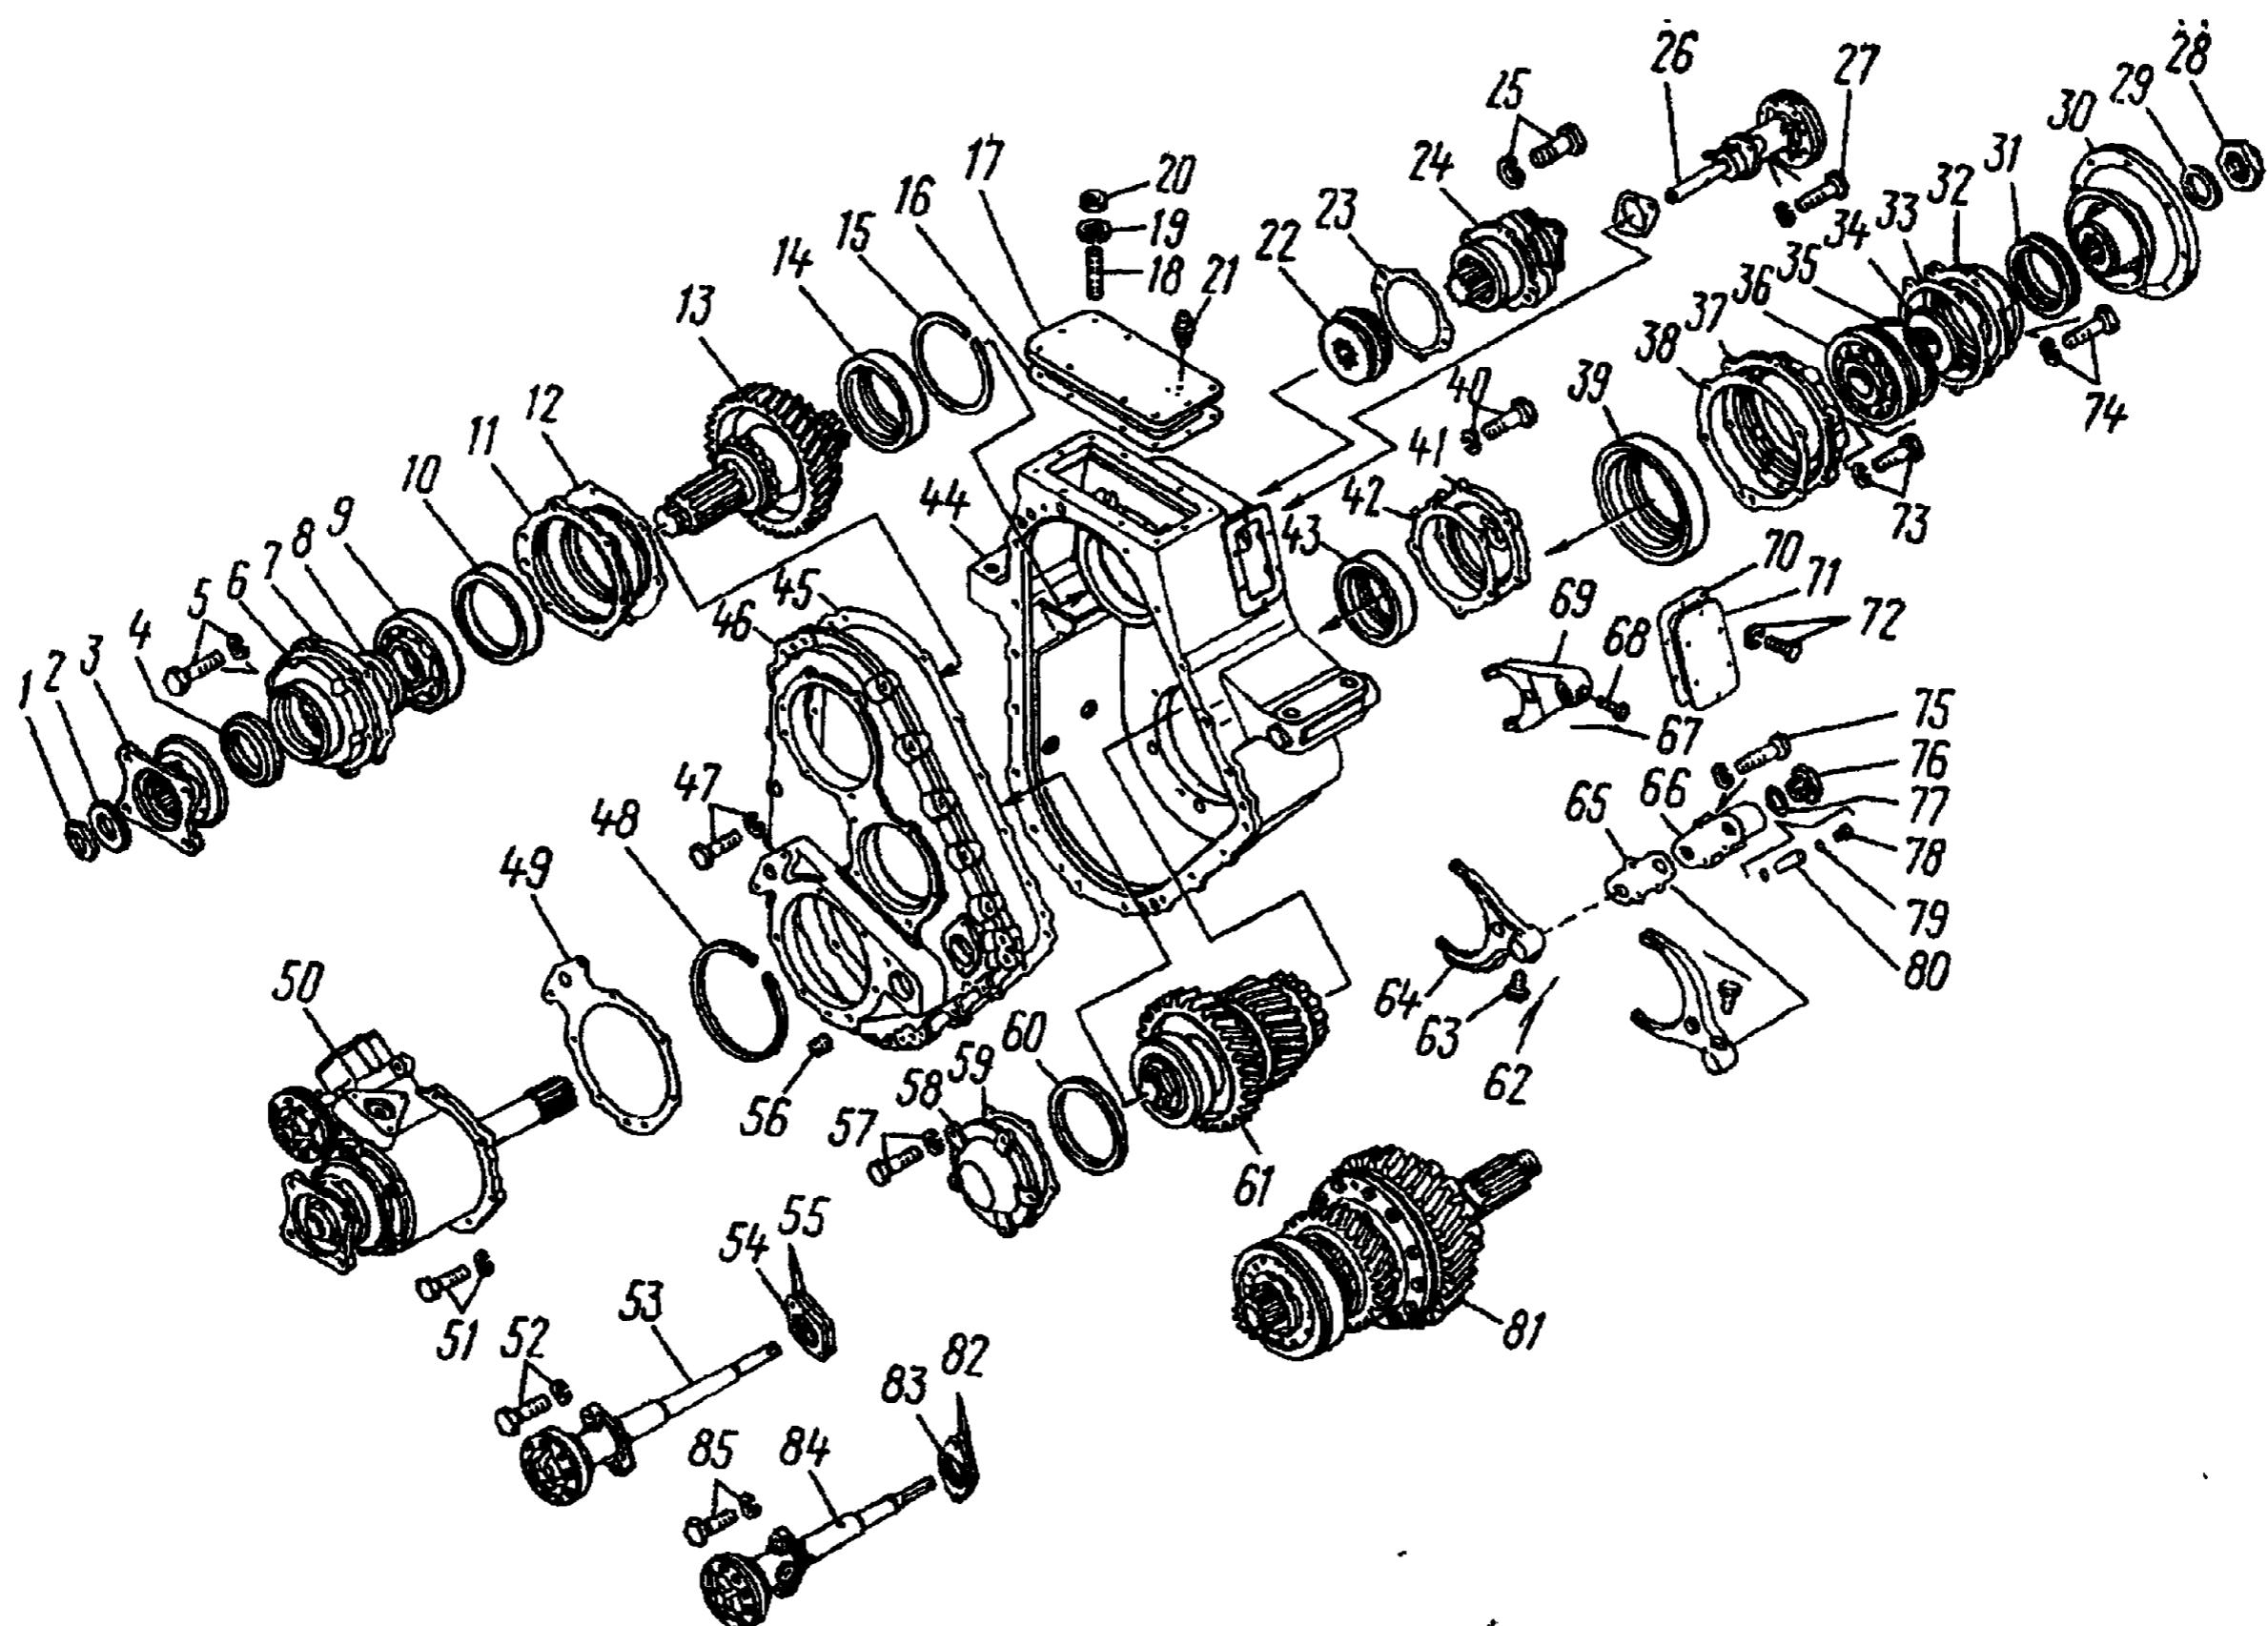
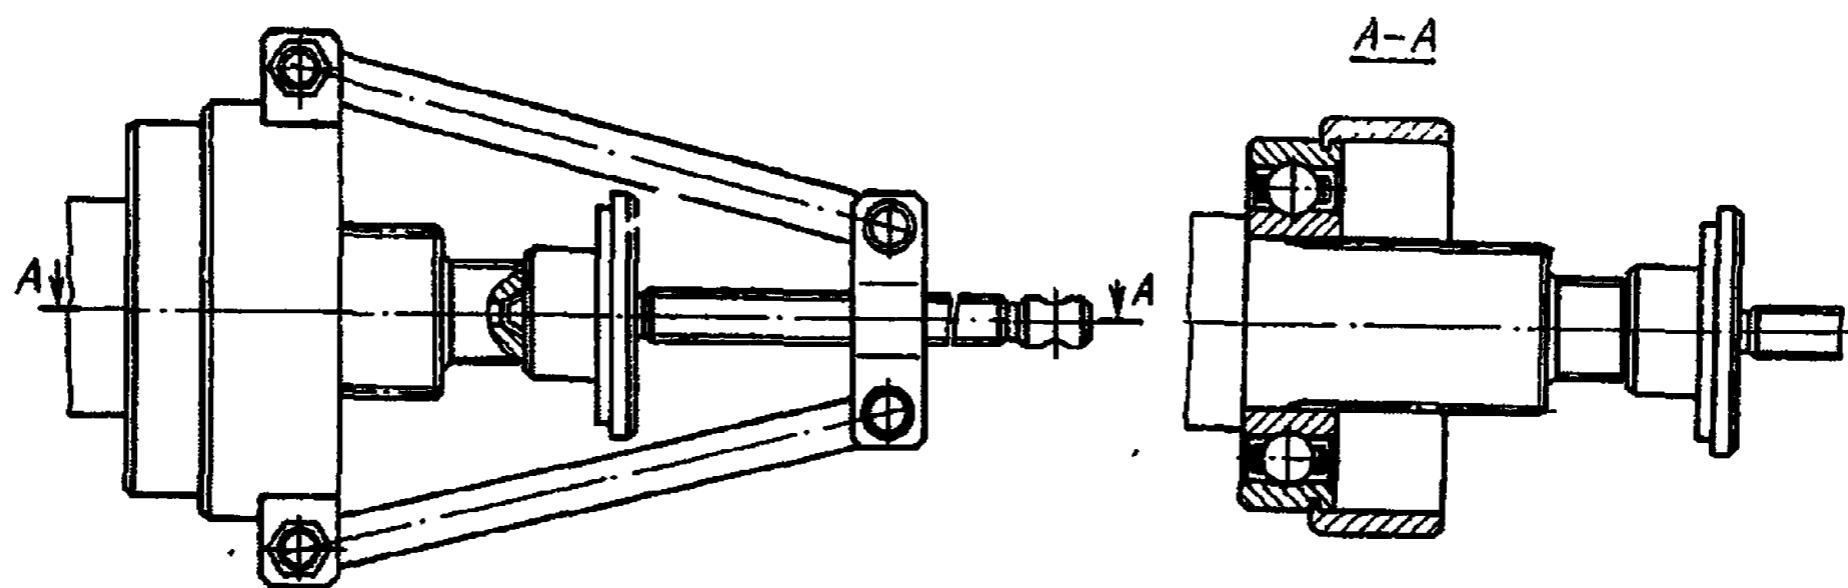

Рис. 160. Коробка раздаточная:
Рис. 161. Снятие подшипника зубчатого колеса привода заднего моста
2. Выверните пробку заливного отверстия и магнитную пробку 56 (рис. 160) сливного отверстия. Слейте масло из раздаточной коробки	Закваг, слесарный верстак Ключ 12 мм, посуда для масла
5. Выверните и снимите болты 73 с пружинными шайбами. Снимите крышку 37 заднего подшипника с уплотнительной прокладкой 38. Снимите упорное кольцо 35 и съемником (рис. 161) снимите подшипник 36 (см. рис. 160)	Торцевый ключ 36 мм